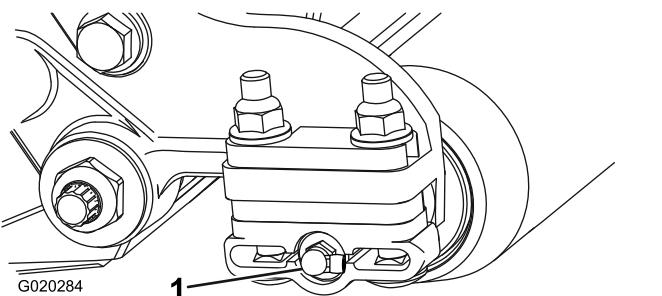

図 3
8. サイドプレートの正面についているグリスフィッティングストレートを外し、代わりに90°フィッティングを取り付ける図3。